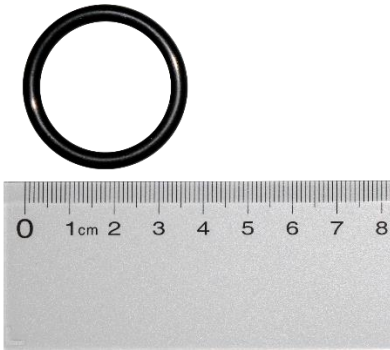

Abb. 10
- Auswechseln aller Dichtungsringe. Abb. 10